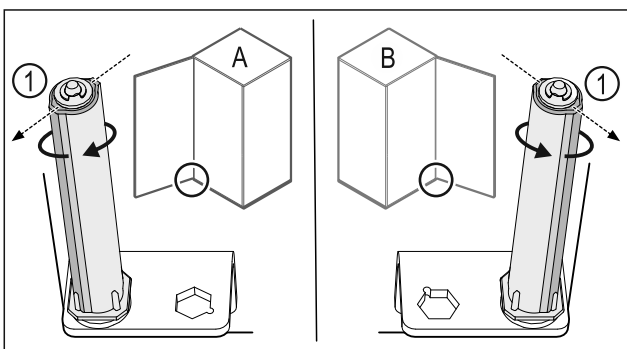

Fig. 41 Linksanschlag (A) / Rechtsanschlag (B)
- Schließsystem gegen den Widerstand drehen, bis der Steg des Schließsystems Fig. 41 (1) nach außen zeigt.